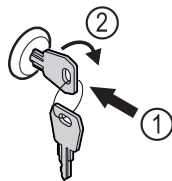

Fig. 160 Przykładowa prezentacja
- ▶ Włożyć kluczyk Fig. 160 (1).
- ▶ Przekręcić kluczyk o 90° w prawo Fig. 160 (2).